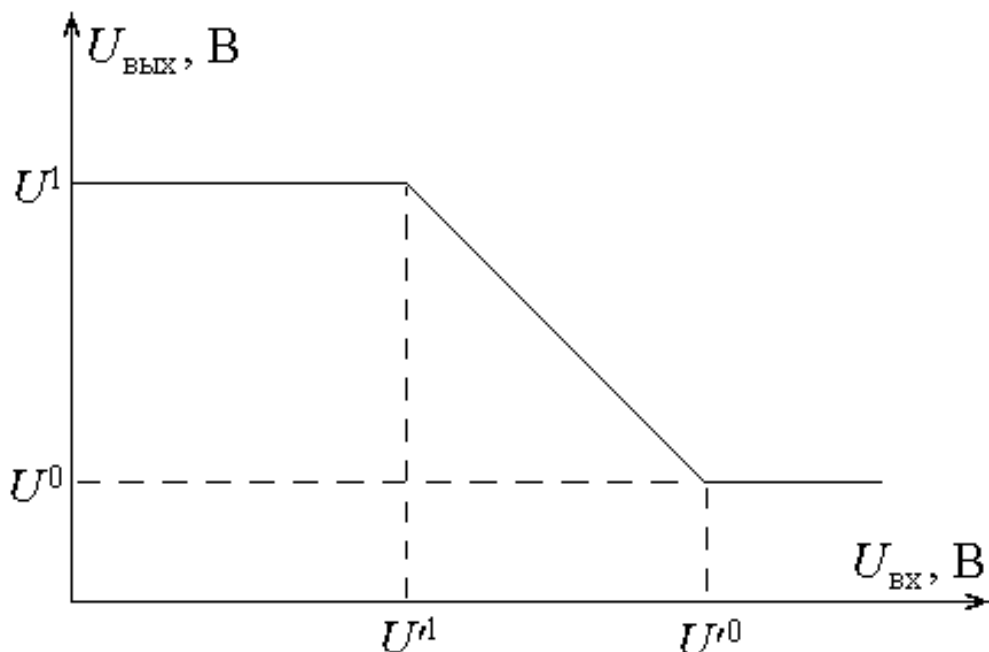

Рисунок 3.7 – Передаточная характеристика ИМС
2. По графику передаточной характеристики (см. рисунок 3.7) определить следующие параметры: